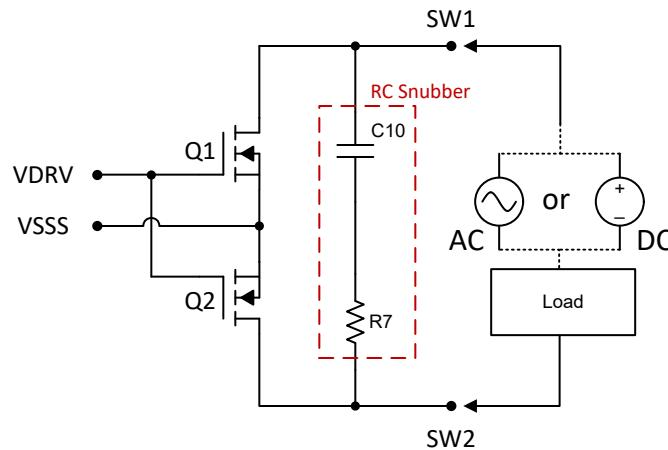

图 4-1. 交流/直流负载
- 图 4-1 显示了使用两个背对背公共源 MOSFET 的应用。通过在 SW1 和 SW2 端子之间连接负载，用户可以为 EVM 加载交流或直流负载。通过使用两个背对背 FET，体二极管能够切断正电压和负电压。此外，可以通过添加 RC 缓冲器在出现高电感负载时抑制开关振荡。